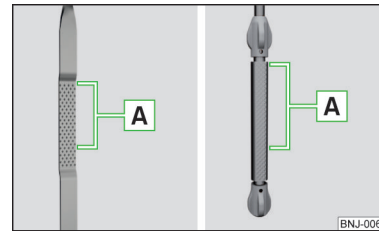

Fig. 147
**Joja de ulei » fig. 147**
- Nivelul de ulei nu are voie să fie în niciun caz sub sau deasupra domeniului  » fig. 147 - există pericol de deteriorare motorului, precum și a instalației de evacuare a gazelor arse!